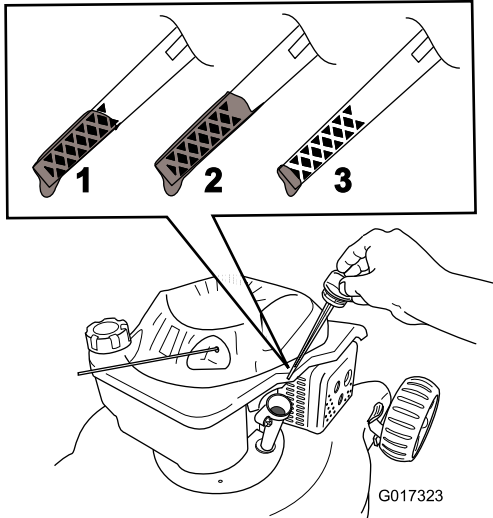

Figura 24
8. Retire la varilla y compruebe el nivel de aceite en la misma (Figura 24).